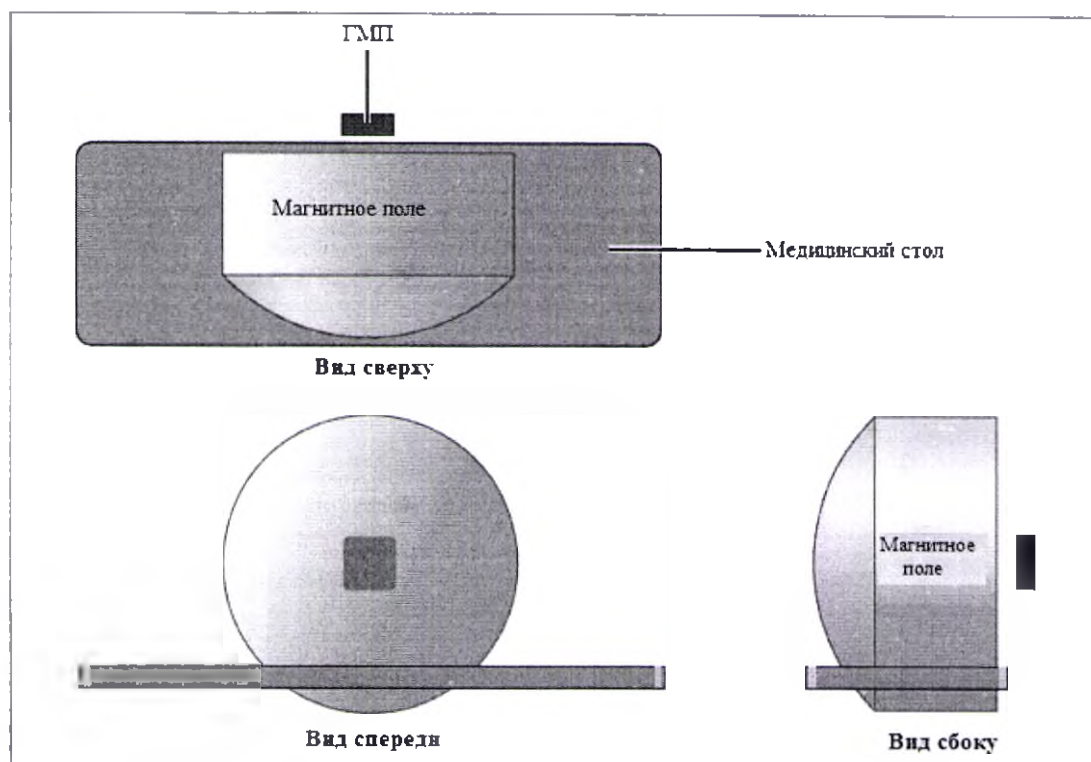

Рисунок 4.1
1. Убедитесь, что ГМП расположен правильно. Двигая плечо подставки ГМП, отрегулируйте положение таким образом, чтобы пациент попадал в магнитное поле, генерируемое ГМП (см. рисунок 4.1).